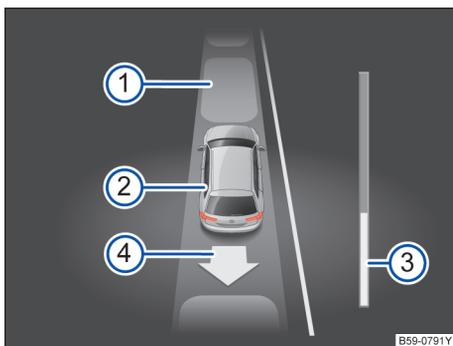

图 158 在组合仪表的显示器中：与车道平行的驶出
→ 图 158 的图例：
进度条→图 158 ③ 表示待行驶距离→第 175 页。